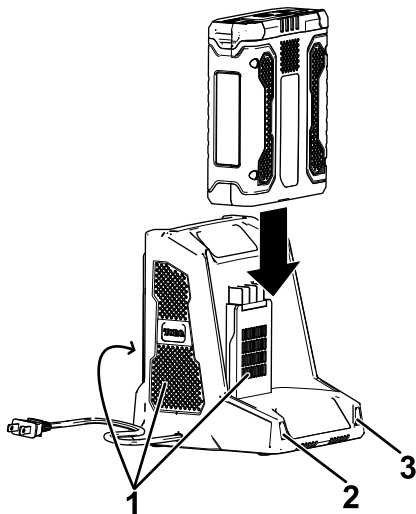

**Figura 7**
3. Allineate la cavità nel pacco batteria (Figura 7) con la linguetta sul caricabatterie.